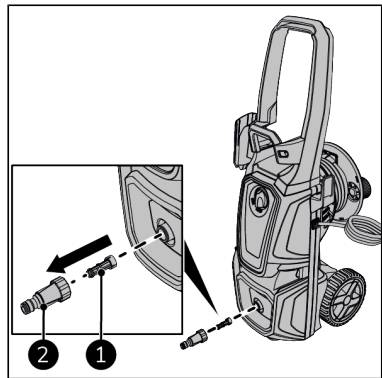

Abbildung 61.
3. Schrauben Sie die Gartenschlauchkupplung (Abbildung 61, Pos. 2) ab.
4. Ziehen Sie den Filter heraus (Abbildung 61, Pos. 1).